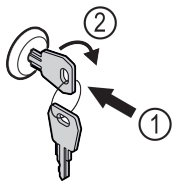

Fig. 120
- ▶ Sæt nøglen i Fig. 120 (1).
- ▶ Drej nøglen 90° med uret Fig. 120 (2).